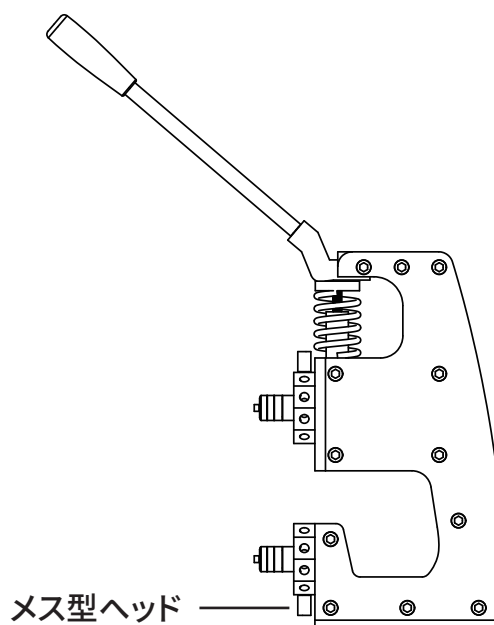

図4
- 4、図4のように、上型(オス)の取付方法に従い、下型(メス)を取り付けて固定します。